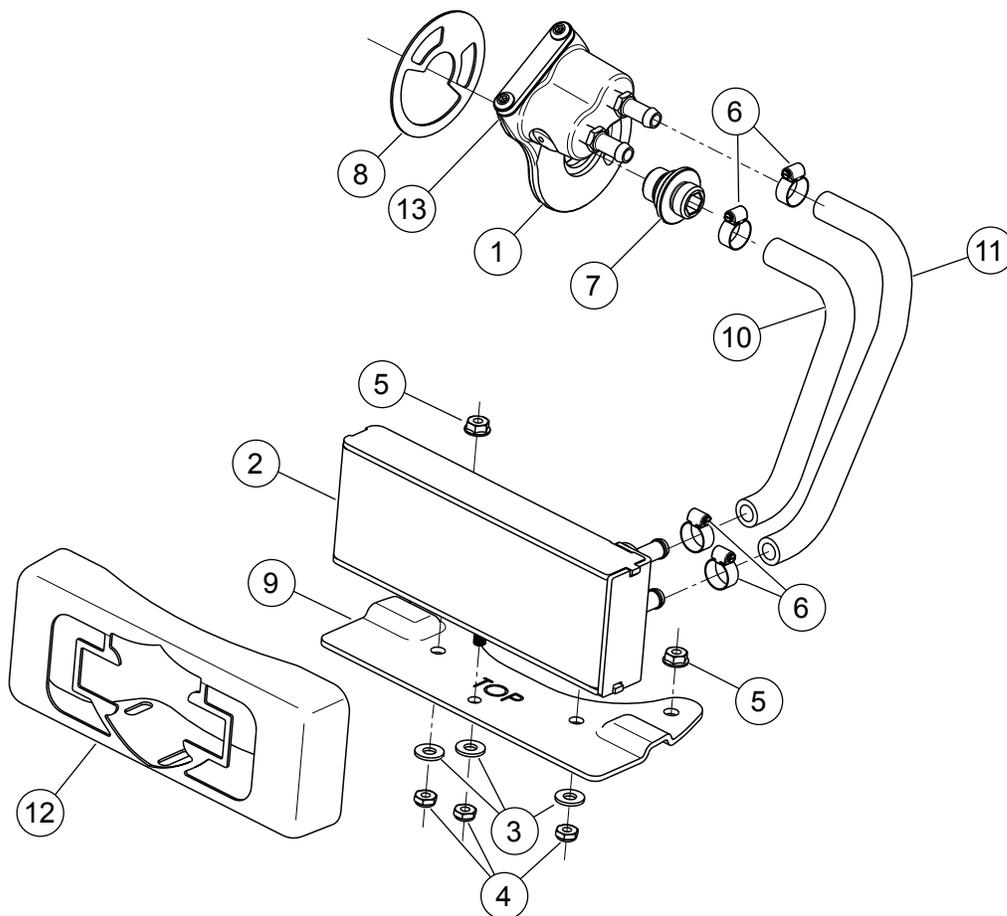

Figura 6. Peças de reposição para kit de resfriador de óleo e tampa cromada do resfriador de óleo para modelos Touring
Veja Figura 6 e Tabela 1.
3. Veja a Figura 6. Com a gaxeta do adaptador de óleo (8) e o conjunto adaptador de óleo (1) colocados, instale o adaptador de óleo (7) no conjunto adaptador de óleo com roscas revestidas viradas para dentro e sextavado interno virado para fora. Aperte com torque de 16,3–21,7 N·m (12–16 ft-lbs).
8. Verifique se a fiação do estator está distribuída por baixo da conexão estabilizadora (1) do motor. Deixe uma ponta da fiação do estator para fora perto do tubo descendente da estrutura esquerda. Certifique-se de que o prendedor "P" no lado direito esteja instalada. Esta não será removida.
9. Veja a Figura 6. Instale a tampa do resfriador de óleo (12) sobre os pinos do resfriador de óleo, depois instale o suporte de montagem (9) sobre os pinos. Prenda o suporte e a tampa do resfriador de óleo usando as três arruelas (3) e as três porcas (4). Aperte as porcas com torque de 10,8–13,5 N·m (96–120 in-lbs).
13. Veja a Figura 6. Instale a mangueira comprida (11) e a mangueira curta (10) do kit. Utilize as marcas nas mangueiras como referência para conectá-las no resfriador de óleo e respectivo adaptador.